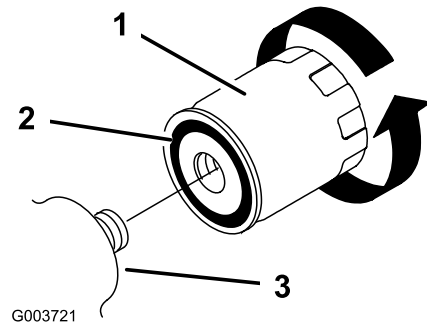

Figura 41
5. Retire el filtro usado (Figura 41) y limpie la superficie del adaptador del filtro.
6. Aplique una capa fina de fluido hidráulico a la junta de goma del filtro nuevo (Figura 41).
7. Instale el filtro hidráulico nuevo en el adaptador del filtro (Figura 41). Apriete el filtro en el sentido de las agujas del reloj hasta que la junta de goma entre en contacto con el adaptador del filtro, luego apriete el filtro media vuelta más.